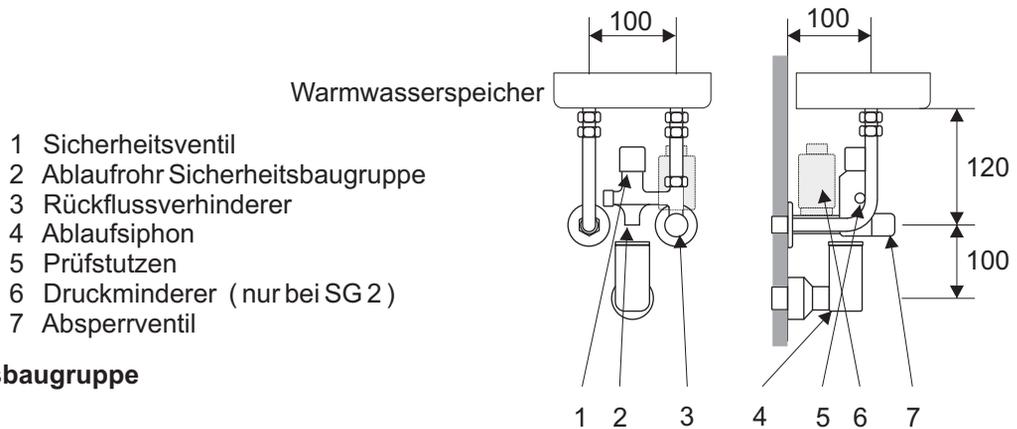

Bild 2: Sicherheitsbaugruppe
- Es ist unbedingt eine baumustergeprüfte Sicherheitsgruppe (**siehe Bild 2**) nach DIN 1988 im Wasseranschluss der Kaltwasserleitung (Kaltwasserzulauf) einzubauen. Diese verhindert Druckerhöhungen von min. 0,1 MPa (1 bar) über dem zulässigen Betriebsdruck. Bei einem Leitungsdruck über 0,5 MPa (5 bar) muss eine Sicherheitsgruppe mit Druckminderer eingesetzt werden.